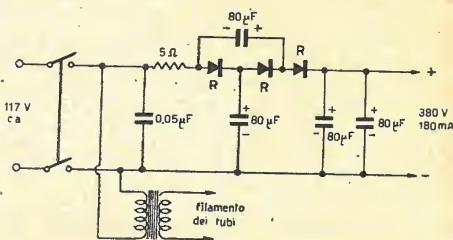

Fig. 3 — Schema di alimentatore per ricevitore televisivo. Sono impiegati due raddrizzatori miniatura da 200 Ma.
prendere quali sono le ultime novità in questo campo. Cominceremo anzitutto col dire che l'alimentazione dei televisori è affidata ai raddrizzatori al selenio in misura ancora maggiore di quanto ciò non avvenga coi radiorecettori: si è riusciti così a ridurre quasi a metà il peso e l'ingombro dei televisori con schermo fluorescente da 18 cm! In fig. 3 riportiamo il circuito di alimentazione (70 W circa) di un televisore, impiegante tre raddrizzatori miniatura da 200 mA (1).